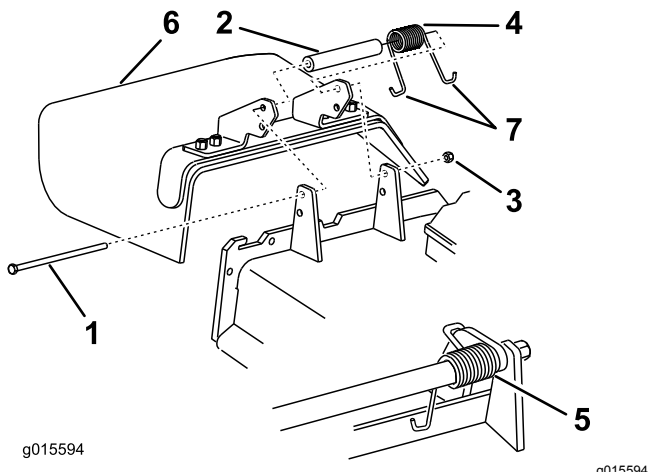

Figura 88
1. Retire la contratuerca, el perno, el muelle y el espaciador que sujetan el deflector a los soportes de pivote (Figura 88).
Nota: Asegúrese de colocar un extremo con gancho en J del muelle detrás del reborde de la carcasa antes de instalar el perno, según se muestra en Figura 88.
6. Coloque 1 extremo en J del muelle alrededor del deflector de hierba (Figura 88).